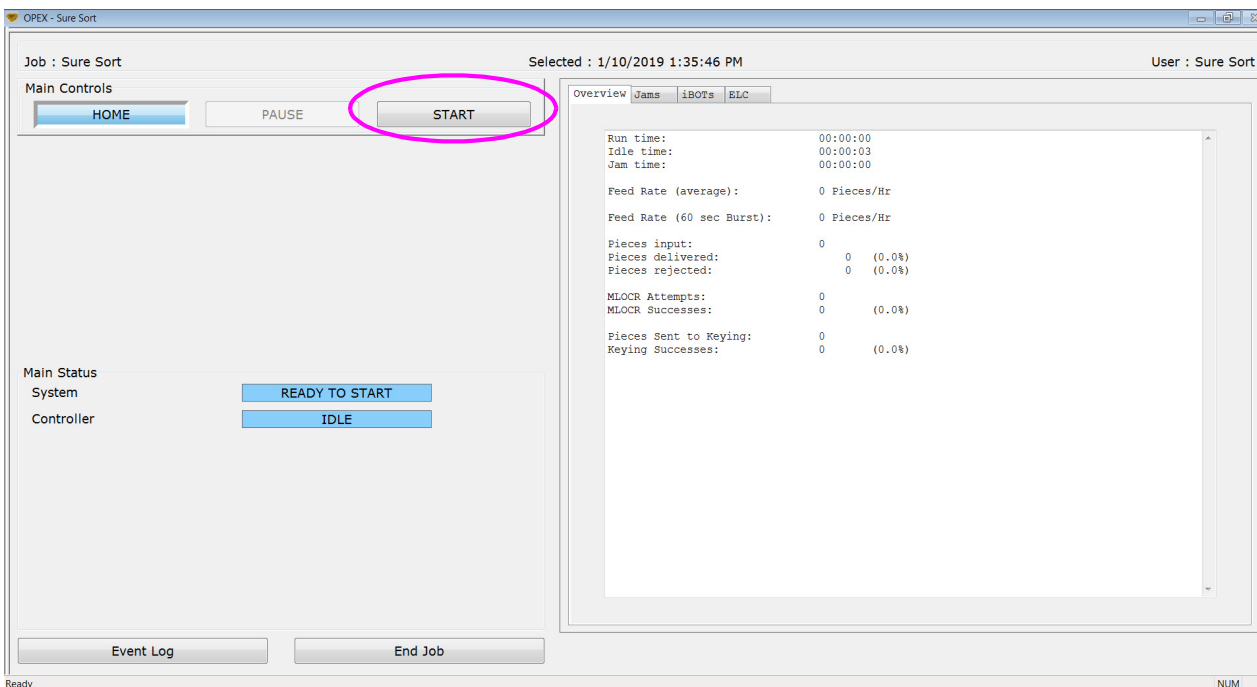

図 4-6: OPEX ホスト実行画面
2. OPEX Host Run 画面で、**START (スタート)** (図 4-6) をクリックします。この時点で、コンベヤーは作動し始め、iBOT は循環し、商品の容器への搬送に備えて、充電を維持するようにします。